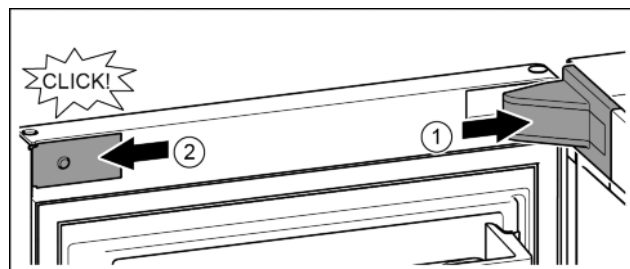

Fig. 23
- Крышку установить и зафиксировать, при необходимости, осторожно разжать. Fig. 23 (1)
- Установить крышки сбоку и зафиксировать. Fig. 23 (2)